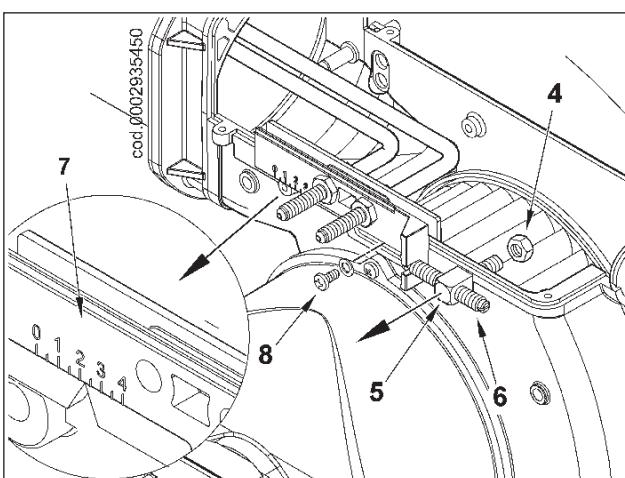

图2
3) 将点火电缆接头从4上拆下，将2个螺母5从混合单元上拆下。（见图2）